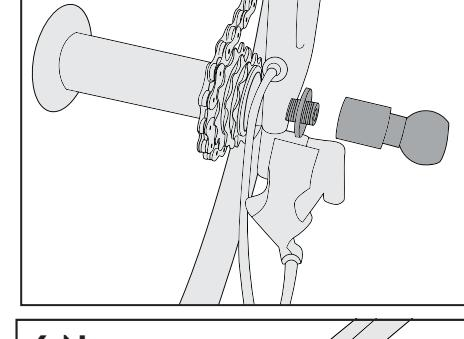

Figure 7
1. Slide 2 mm aluminum washer over protruding axle threads (Figure 7).
2. Thread the drive side mount onto the exposed axle threads. (Figure 7) If the Hitch does not tighten against the bicycle frame and washer, an additional spacer will need to be inserted.
1. Schieben Sie die Aluminium-Unterlegscheibe (2 mm) auf die vorstehenden Achsgewinde (Abbildung 7).
2. Schrauben Sie die antriebsseitige Befestigung auf die freiliegenden Achsgewinde. (Abbildung 7) Wenn sich die Kupplung nicht gegen den Fahrradrahmen und die Unterlegscheibe anziehen lässt, muss eine zusätzliche Distanzscheibe angebracht werden.
1. Enfilez une rondelle en aluminium de 2 mm d'épaisseur sur la partie saillante des filetages de l'axe traversant (Figure 7).
2. Vissez le support côté moteur sur les filetages exposés de l'axe. (Figure 7) Si l'attelage ne serre pas contre le cadre du vélo et la rondelle, vous devrez ajouter une entretoise supplémentaire.